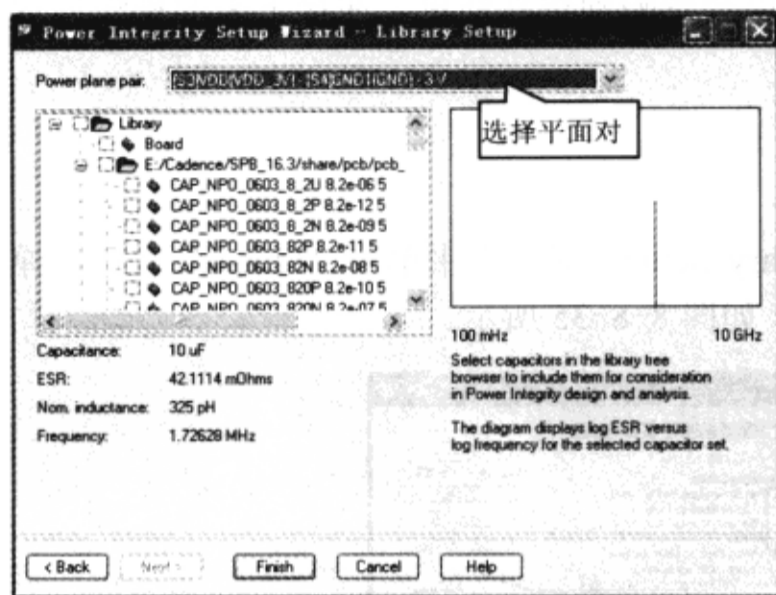

图 8-8-31 选择平面对
(6) 在对话框顶部“Power plane pair”栏中选择“[S3]VDD(VDD\_3V)-[S4]GND1(GND)
-3V”平面对，如图 8-8-31 所示。
(7) 向下滚动电容器列表，单击 CAP\_NPO\_0603\_6\_8U 左边的选择框，从而选中了这个电容器。